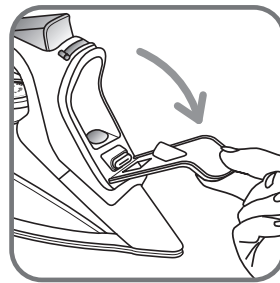
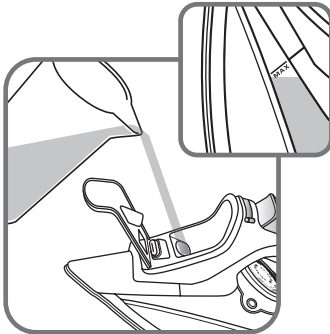

fig.4
fig.5
- Ouvrez l'orifice de remplissage **fig. 4**. Remplissez le réservoir jusqu'au niveau maximal (Max.) **fig. 5**. Refermez l'orifice de remplissage et remplacez le fer en position horizontale.